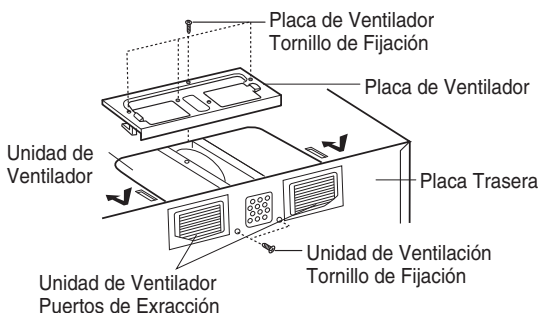

Ilustración 19
6. Fijar nuevamente la placa del ventilador al horno microondas de modo que los puertos de extracción y la apertura de la placa del ventilador están alineados. Fijar con un tornillo de montaje de la unidad del ventilador y a continuación uno o varios tornillos de placa de sujeción del ventilador(3). Consultar Ilustración 19.